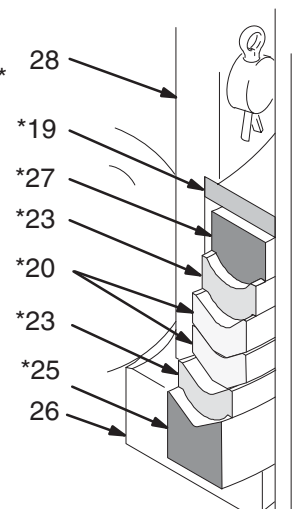

Fig. 5
Lors du démontage de la pompe, disposer toutes les pièces enlevées dans l'ordre pour en faciliter le remontage. Voir la Fig. 5.
2. Dévisser la bague de fixation (7) vissée sur le cylindre (8). Voir la Fig 5. Extraire le corps du clapet d'aspiration (15).
3. Enlever le joint torique (12), la goupille d'arrêt de bille (6), le guide-bille (9) et la bille (4) du corps du clapet d'aspiration (15).
4. Desserrer l'écrou de presse-étoupe (2). Pousser la tige de piston (13) aussi loin que possible vers le bas, puis la tirer par le fond du cylindre (8).
5. Placer les méplats de la tige (13) dans un étau. Saisir les méplats du support fileté du piston (28) avec une clé, dévisser le piston pour le séparer de la tige. Enlever la goupille fendue (3) et la broche de butée de la bille (21) en notant bien à quels trous elles appartiennent. Ensuite, retirer la bille (4).
6. Placer les méplats du support de piston (28) dans un étau et dévisser l'embout du piston (26). Enlever les joints du piston (20, 23), les bagues (25, 27) et la rondelle (19).
7. Sortir l'écrou de presse-étoupe (2), les joints de presse-étoupe (5, 24), les bagues (11, 14) et les cales (31*) du corps de la section refoulement (1).
8. Contrôler l'état de toutes les pièces. Nettoyer toutes les pièces et filetages avec un solvant compatible avant le remontage. Examiner les surfaces polies de la tige (13) et du cylindre (8) à la recherche d'éraflures, de rayures ou autre dommage qui pourraient provoquer des fuites et une usure prématurée des joints. Pour s'en assurer, passer un doigt sur la surface ou tenir la pièce légèrement inclinée en face d'une source de lumière. S'assurer que les sièges de bille du piston (26) et du clapet d'aspiration (15) ne présentent ni éclat ni entaille. Remplacer toutes les pièces usées ou endommagées.
1. Lubrifier les joints du presse-étoupe et les placer dans la section de sortie (1) l'un après l'autre comme suit, avec les lèvres des joints en V tournées vers le bas: les cales (31*), la bague mâle (11*), un joint en V UHMWPE (24*), deux joints PTFE (5*), un UHMWPE (24*) et la bague femelle (14*). Enduire de lubrifiant à filetage et monter le presse-étoupe sans serrer (2). Voir la Fig 5.
2. En cas de démontage du cylindre (8), enduire celui-ci de lubrifiant et le remonter dans la section sortie (1) en n'oubliant pas de remettre le joint torique (10).
3. Lubrifier les joints de piston et les mettre en place sur l'embout de piston (26) à raison d'un à la fois et dans l'ordre suivant, les lèvres des joints en V orientées vers le haut: la bague femelle (25*), un joint en V UHMWPE (23*), deux joints PTFE (20*), un UHMWPE (23*), la bague mâle (27*) et la rondelle (19*). Voir la Fig 5.
4. Enduire de colle à filetage et visser l'embout de piston (26) sur le support de piston (28). Serrer à 68–95 N.m. Mettre la bille du piston (4*) sur le siège correspondant. Enfiler la broche de butée de la bille (21*) dans les trous prévus à cet effet et l'arrêter avec la goupille (3*).
5. Placer les méplats de la tige (13) dans un étau. Enduire de mastic et visser le piston sur la tige. Serrer à 68–95 N.m.
6. Introduire la tige de commande (13) dans le fond du cylindre (8) en faisant attention de ne pas rayer le cylindre. Soulever la tige verticalement jusqu'à ce qu'elle dépasse de l'écrou de presse-étoupe (2).
7. Mettre la bille (4*), le guide (9), le joint torique (12) et la broche de butée (6*) dans le corps du clapet d'aspiration (15). Placer le clapet d'aspiration dans la bague de fixation (7). Enduire la bague et le cylindre (8) de colle à filetage et visser la bague sur le cylindre.